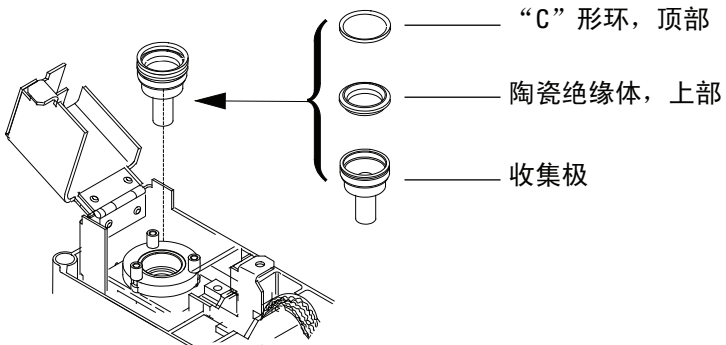

图 6 NPD 收集极、上绝热体和金属 “C” 形圈
- 20** 安装下方金属“C”形圈下扣环、下陶瓷绝热体和上方金属“C”形圈。请参见图 6。